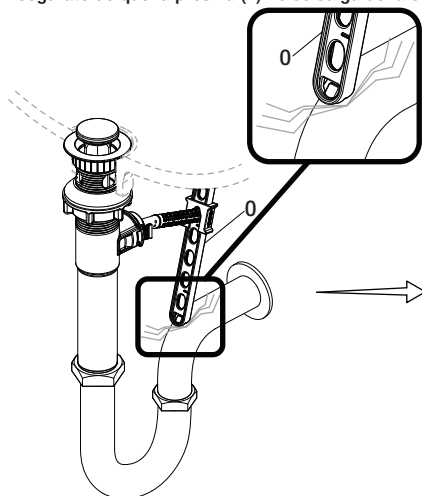

Fig. 1
- Si la presilla de la varilla de elevación (O) interfiere con tu instalación, como se muestra en la Fig. 1, la presilla de la varilla de elevación (O) puede recortarse.